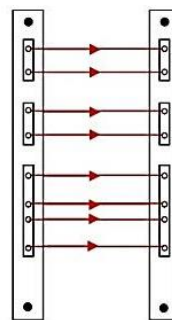

Figura 1
- Forare i profili di alluminio alle due estremità e fissarli alla parete facendo attenzione a mantenerli sullo stesso asse (figura 1). Per le barriere più lunghe valutare fori aggiuntivi.